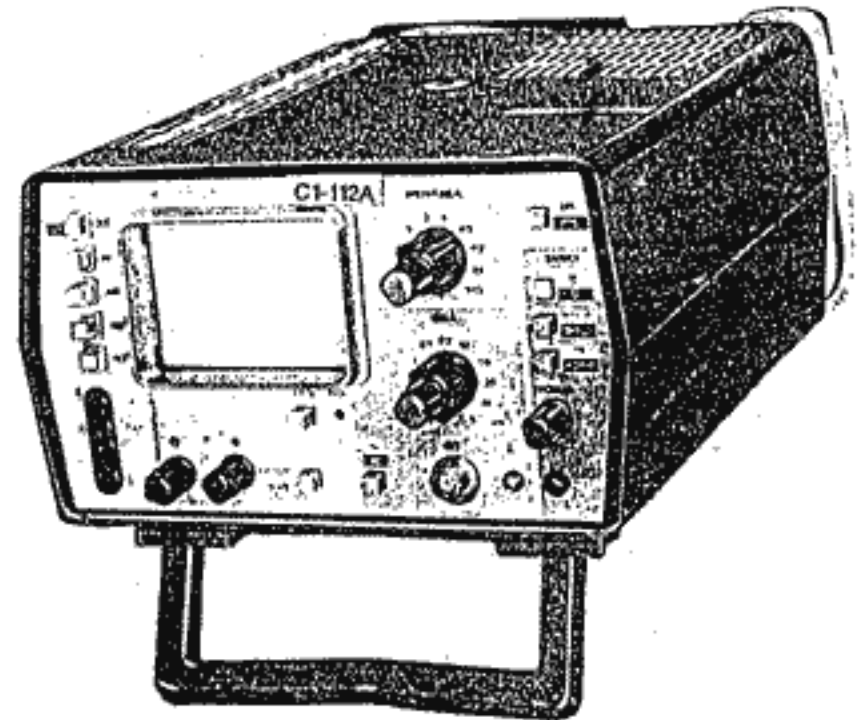

РИС.2.1.
1.1. Осциллограф-мультиметр С1-112А (рис. 2.1), в дальнейшем именуемый "прибор" предназначен для исследования сигналов в режиме осциллографа в амплитудном диапазоне от 5 мВ до 250 В и во временном диапазоне от 0,12 мкс до 0,5 с для измерения напряжения постоянного тока от 1 мВ до 1000 В и активных сопротивлений от 1 Ом до 2,5 Мом с цифровым отсчетом на экране ЭЛТ в режиме "мультиметр" в лабораторных и цеховых условиях.